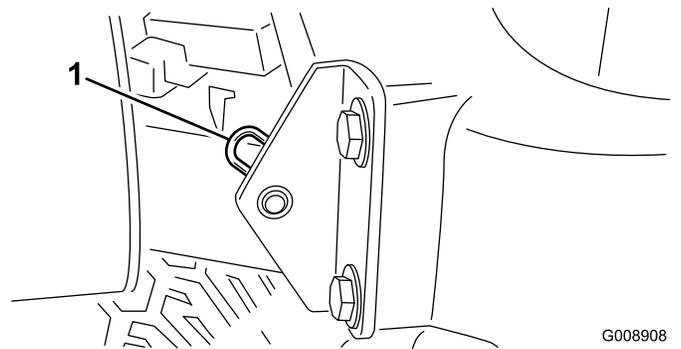

図 27
2. フードのピボット部をブラケットに固定しているヘアピン・コッターを抜き取る (図 27)。
注 ローラの注入部 (図 27) 面一フィッティングなので、グリスガン用ノズル・アダプタが必要です。パーツ番号は Toro P/N 107-1998。ご注文は Toro 代理店へ。